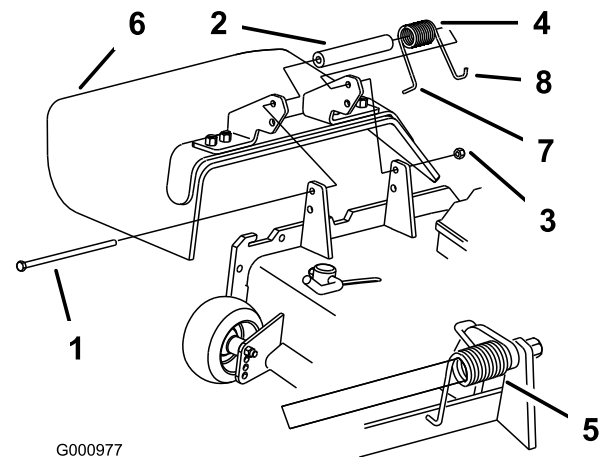

Bild 2
1. Legen Sie das Distanzstück und die Feder zwischen die Halterungen des Ablenkbleches (Bild 2). Setzen Sie das linke J-Hakenende der Feder hinter die Kante des Mähwerks.
Hinweis: Stellen Sie sicher, dass sich das linke J-Hakenende der Feder hinter der Mähwerkseite befindet, bevor Sie die Schraube einführen, siehe Bild 2.
2. Setzen Sie die Schraube und Mutter ein. Führen Sie das rechte J-Hakenende der Feder um das Ablenkblech (Bild 2).